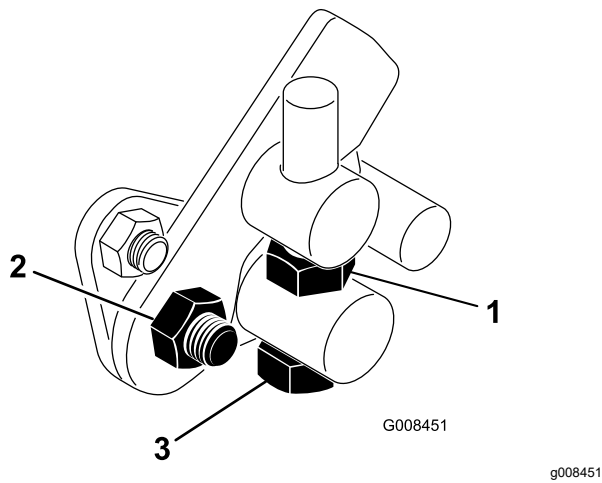

図 43
1. トラニオンボルトのジャムナットをゆるめる図 43。
4. トラニオンボルトのジャムナット、およびペダルピボットのナットを締め付けて調整を固定する 図 43。調整を確認し、必要に応じて再調整する。